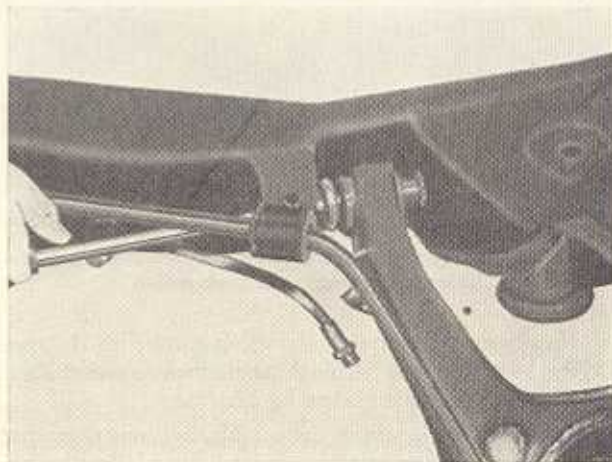

Bild F 81. Einführen des Bolzens an der Hinterachslagerung
1. Gummifedern in den hinteren Federträger einsetzen. Die nach Abschnitt 5.4.3. montierte Halbachse auf den hinteren Federträger aufstecken und den geölte Bolzen von der Wagenmitte nach außen durch den Stabilisatorhalter in die Lagerstelle einführen. (Lagerrohr am Rahmen innen geölt oder gefettet). Vorher noch die Scheibe vor die Bundbuchse halten: Bolzen vorsichtig einschieben (nicht schlagen). Auf das herausragende Ende die Scheibe aufstecken und die Kronmutter M 12 x 1,5 aufschrauben (Bild F 81).